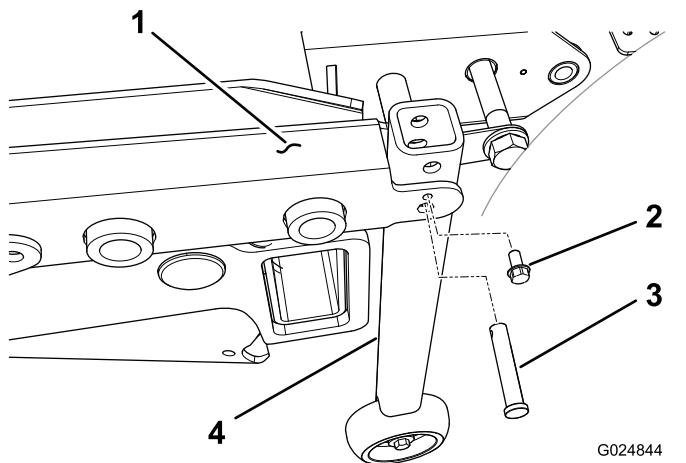

Bild 47
2. Befestigen Sie an Maschinen mit Seriennummern bis 312999999, die vertikale Rohrstütze mit einem Lastösenbolzen und einer Blechschraube (1/4") an jeder hinteren Kante des Mähwerkrahmens (Bild 47).